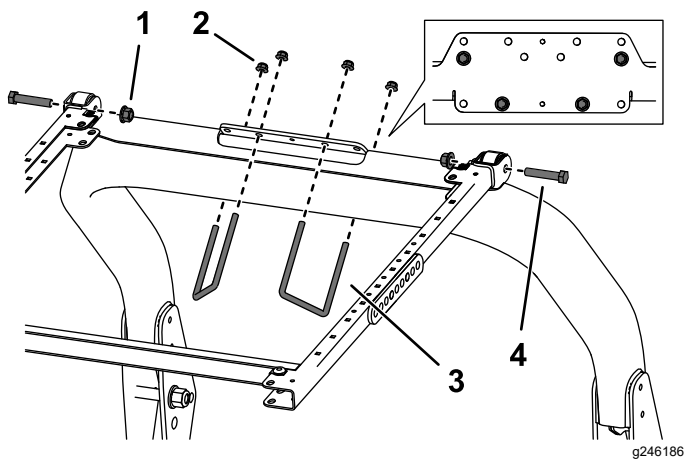

Bild 38
6. Befestigen Sie die Befestigungshalterung des Überrollschutzes an der Oberseite des Überrollbügels der Zugmaschine (Bild 38). Stellen Sie sicher, dass der Überrollbügel in der Befestigungshalterung des Überrollschutzes zentriert ist.
- Befestigen Sie die Befestigungshalterung des Überrollschutzes mit zwei U-Bügeln (3 1/2" x 5") und vier Bundmutter in den in Bild 38 abgebildeten Befestigungslöchern an der Oberseite des Überrollbügels.